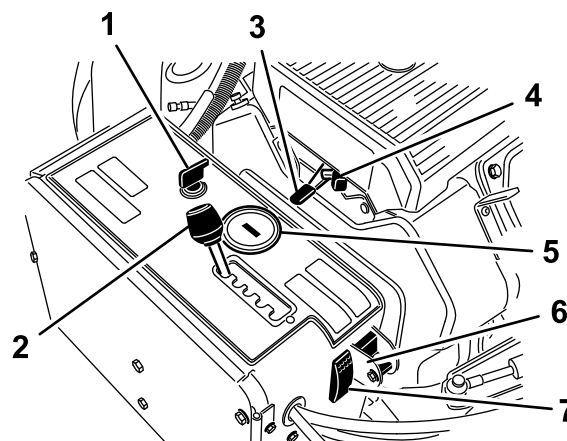

**Figura 12**
Utilize o interruptor de ignição (Figura 12) para ligar e desligar o motor. O interruptor tem 3 posições:
Mova a alavanca de espaçamento do arejador (Figura 12) para o intervalo entre furos pretendido ou para T para transporte.
Utilize a alavanca do acelerador (Figura 12) para controlar a velocidade do motor. Deslocar a alavanca do acelerador para a frente aumenta a velocidade do motor (posição RÁPIDO); Deslocar para trás diminui a velocidade do motor (posição LENTO). A velocidade do motor regula a velocidade da cabeça de perfuração e controla a velocidade da máquina.
- Quando o motor é desligado, o contador de horas/conta-rotações (Figura 12) apresenta o número de horas que o motor trabalhou.
Utilize o ar quando ligar um motor frio (Figura 12).
Rode o dispositivo para a posição em baixo para desligar a função TrueCore (Figura 12). Retire o parafuso para ter acesso ao dispositivo manual.
Prima o interruptor de reinicialização do sistema (Figura 12) para subir a cabeça de perfuração, se a máquina ficar desativada (por exemplo, a máquina fica sem combustível).